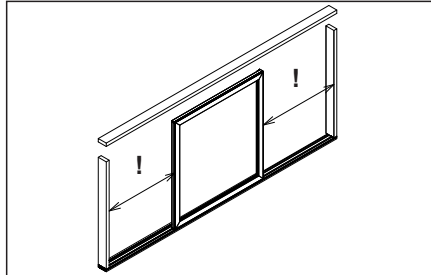

Abb. 2 Abdichtung nach der Montage des Mitteldichtblocks
- Mitteldichtblock **M427** zum Flügel und an der Anlagefläche zur Schwelle mit Silikon abdichten (Abb. 2).
- Der Mitteldichtblock ist vor und nach der Montage mit Silikon abzudichten (Abb. 2).